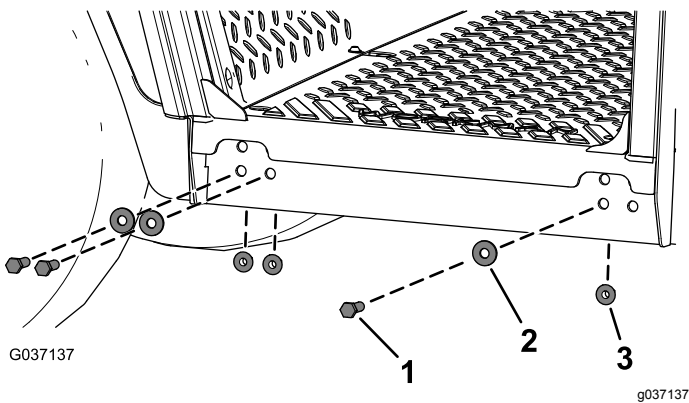

Figura 12
6. Fije los lados del bastidor de la cabina a la máquina con 6 pernos de cabeza hexagonal ($\frac{3}{8}$ " x $1\frac{1}{4}$ "), 6 arandelas ($\frac{3}{8}$ ") y 6 tuercas con arandela prensada ($\frac{3}{8}$ "), tal y como muestra en la Figura 12.